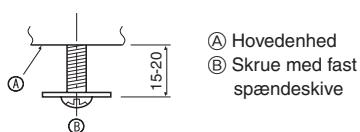

Fig. 9-5
9.4.1. Forberedelser (Fig. 9-5)
- Monter de to medfølgende skruer med spændeskiver ② i hovedenheden (i hjørnet med drænrør og i det modsatte hjørne) som vist i diagrammet.